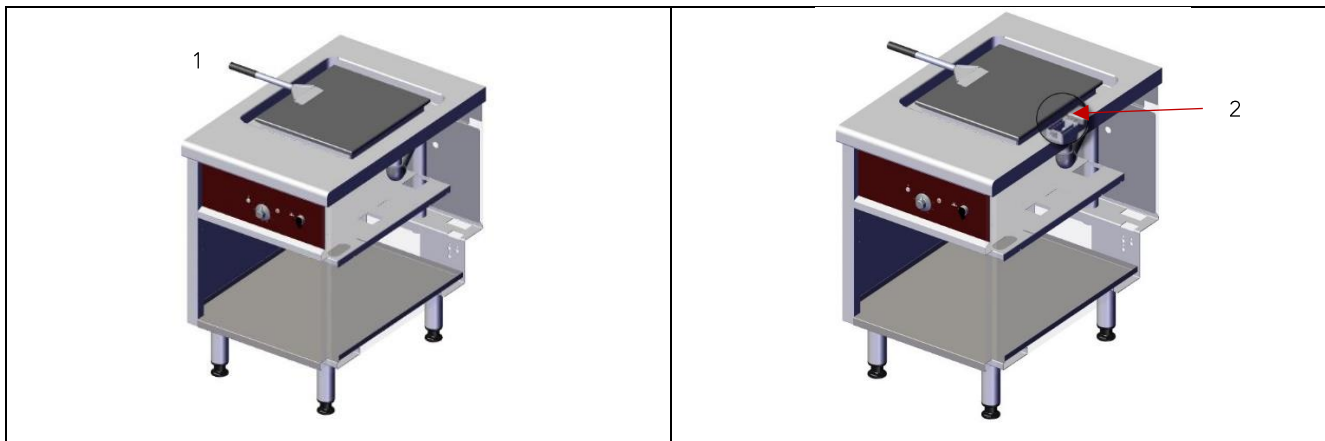

Fig8
- Pour effectuer un grattage sur la plaque, positionner le grattoir (Fig8 Rep1) à plat .
- Evacuer les déchets le tube de vidange (Fig8 Rep4).